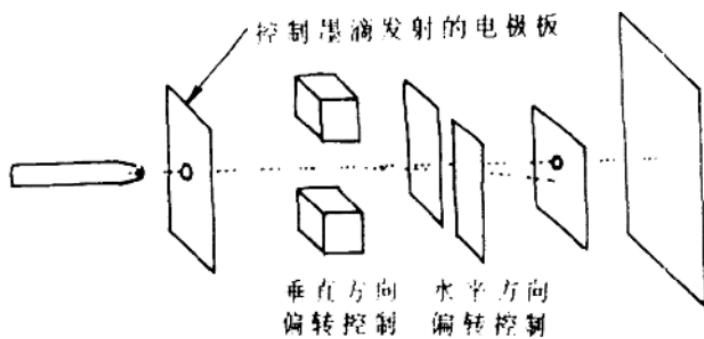

图1-6
3、间歇喷墨式-静电拉引喷墨印刷(Intermittent jet electrostatic pull): 如图1-6所示, 喷嘴中的油墨由供墨装置轻轻加压后在喷嘴处形成凸出的半月形, 但不会喷出。在喷嘴前放一电极板, 凸出的油墨在高电压的作用下, 其表面张力被破坏, 而以墨粒的形式被静电力“拉引”出来, 这些油墨微粒在静电力的作用下具有一定的运动速度, 可以通过上述的几种方法完成喷墨印刷。